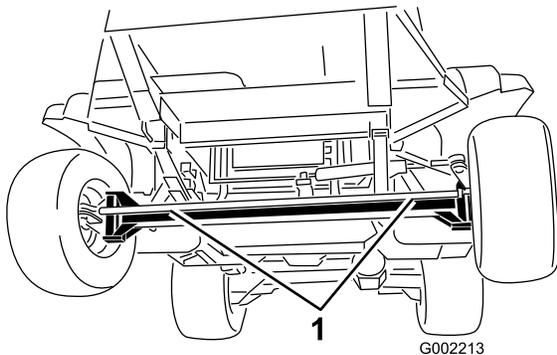
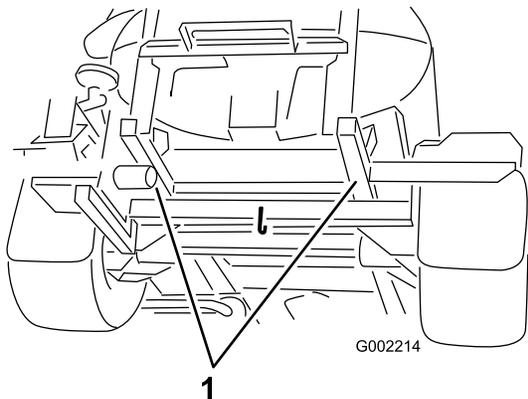

图53
图54
2. 将拖绳系在机架上；请参照图53和图54中的前、后拖曳点。